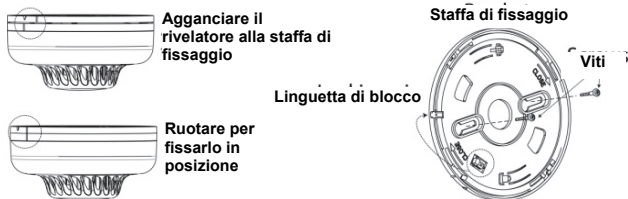

Figura 7: Installazione del Rivelatore di fumo e di calore
2. Rimuovere la linguetta di blocco posta su un lato della base di montaggio dell'unità (vedi Figura 7).
6. Utilizzando le viti (fornite) avvitare la base alla parete, come in Figura 7
6. Allineare la fessura sul bordo della staffa di fissaggio con la fessura situata sul rivelatore. Spingere il rivelatore verso la base e girare in senso orario per fissarlo alla staffa di fissaggio. Inserire la linguetta di blocco in modo da serrare la staffa al rivelatore (vedi Figura 7).